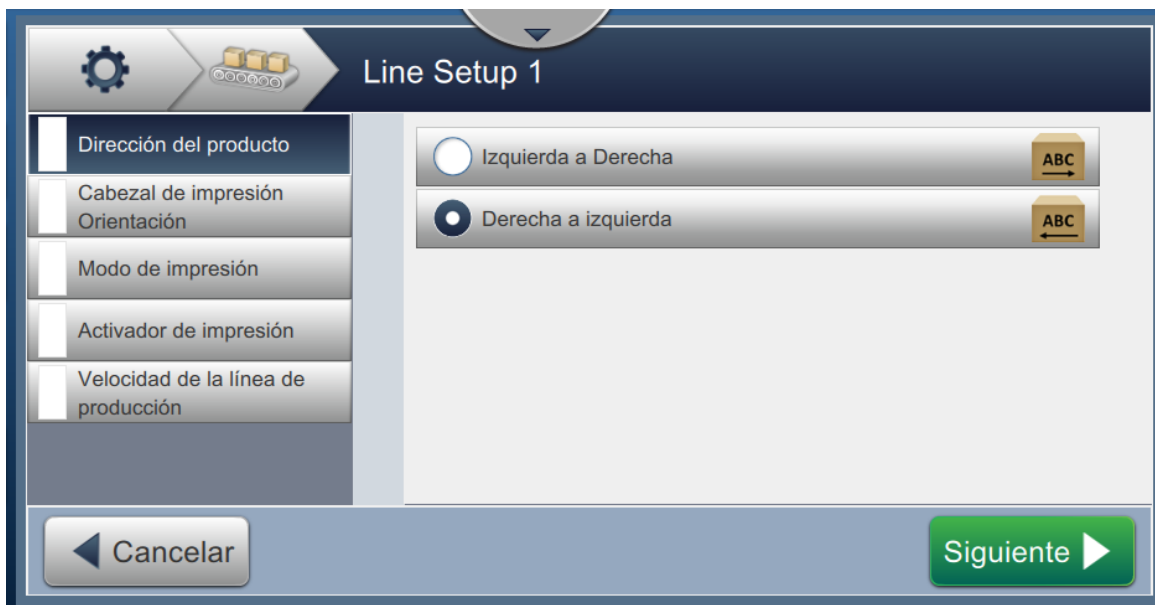

Figura 6-27. Ajustes de configuración de línea
- Para definir la Configuración de línea, siga los pasos necesarios en cada parámetro, seleccionando las opciones que desee, tal como se muestra en la Figura 6-27.
- Pulse la opción *Dirección del producto* en la pantalla de configuración de línea, como se muestra en la Figura 6-27.